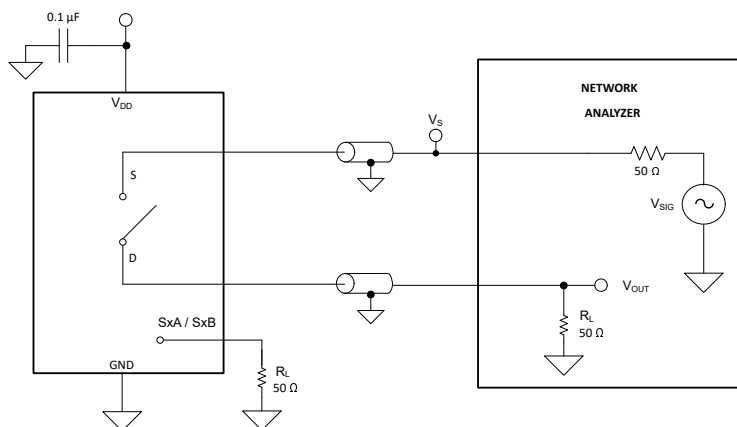

図 6-13. オフ絶縁測定時の設定
オフ絶縁は、オフチャネルのソースピン (Sx) に信号が印加された場合に、そのデバイスのドレインピン (D) に現れる信号の比率として定義されます。図 6-13 に、オフ絶縁の測定を行う際の設定と、オフ絶縁の計算に使用する式を示します。